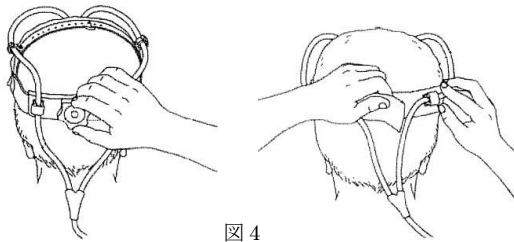

図 4
- 1) ヘッドバンドを装着し、調整ノブにてサイズを調整する。スウェットバンドの場合は適度なテンションでひっぱり、ベルクロテープで留める。(図 4)